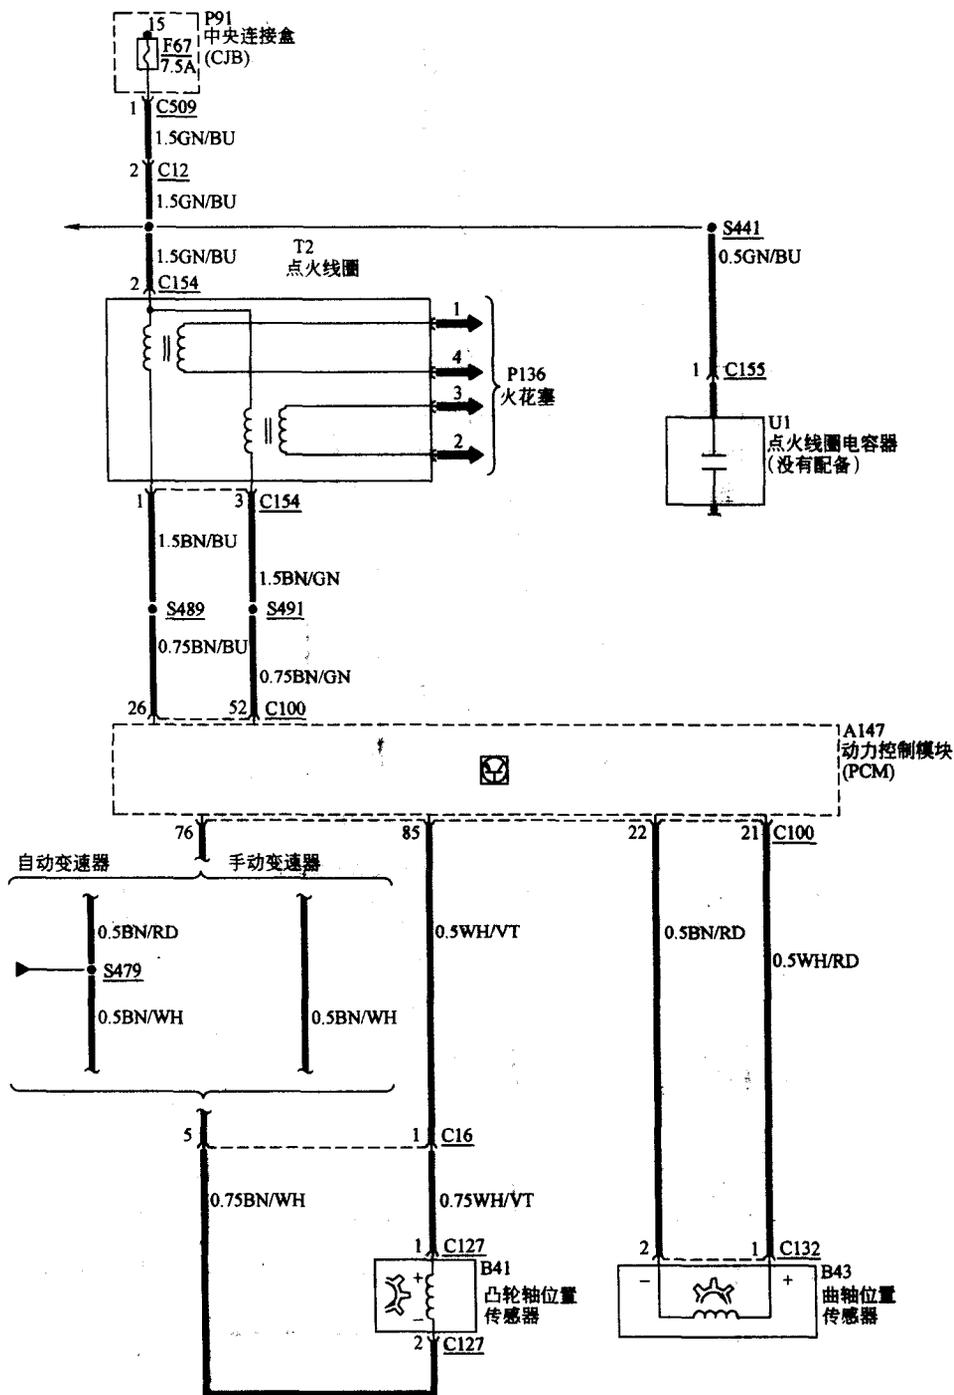

图 1-2 曲轴位置传感器、凸轮轴位置传感器和点火线圈的控制电路
(2) 曲轴位置传感器、凸轮轴位置传感器和点火线圈的控制电路如图 1-2 所示。